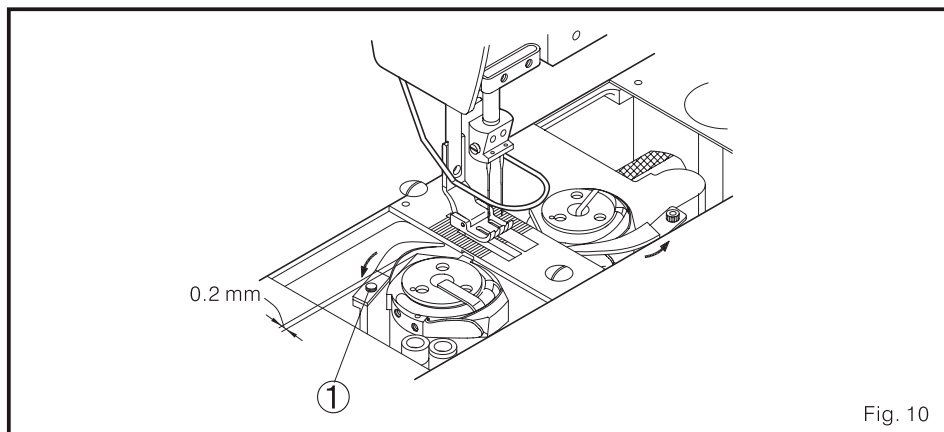

Fig. 10
2. Gira a talha para se orientar o horn até á direcção da agulha. Quando se faz isto, solte o parafuso 1, e ajuste a área de forma que isto é 0.2 mm entre esses mencionados. (Fig. 10)